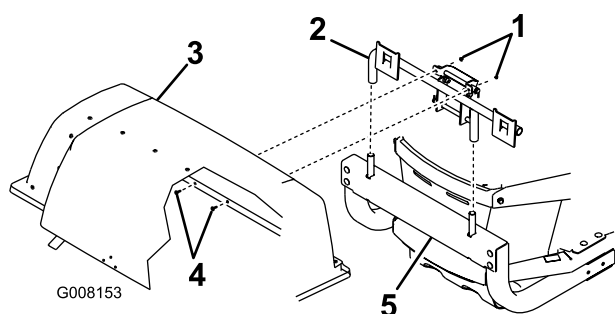

Figura 6
1. Instale el conjunto de montaje del ensacador (pieza 2) en el conjunto del capó (pieza 3) usando dos tornillos (1/4 x 3/4 pulgadas) y dos contratuercas (1/4 pulgada), según se muestra en Figura 6.